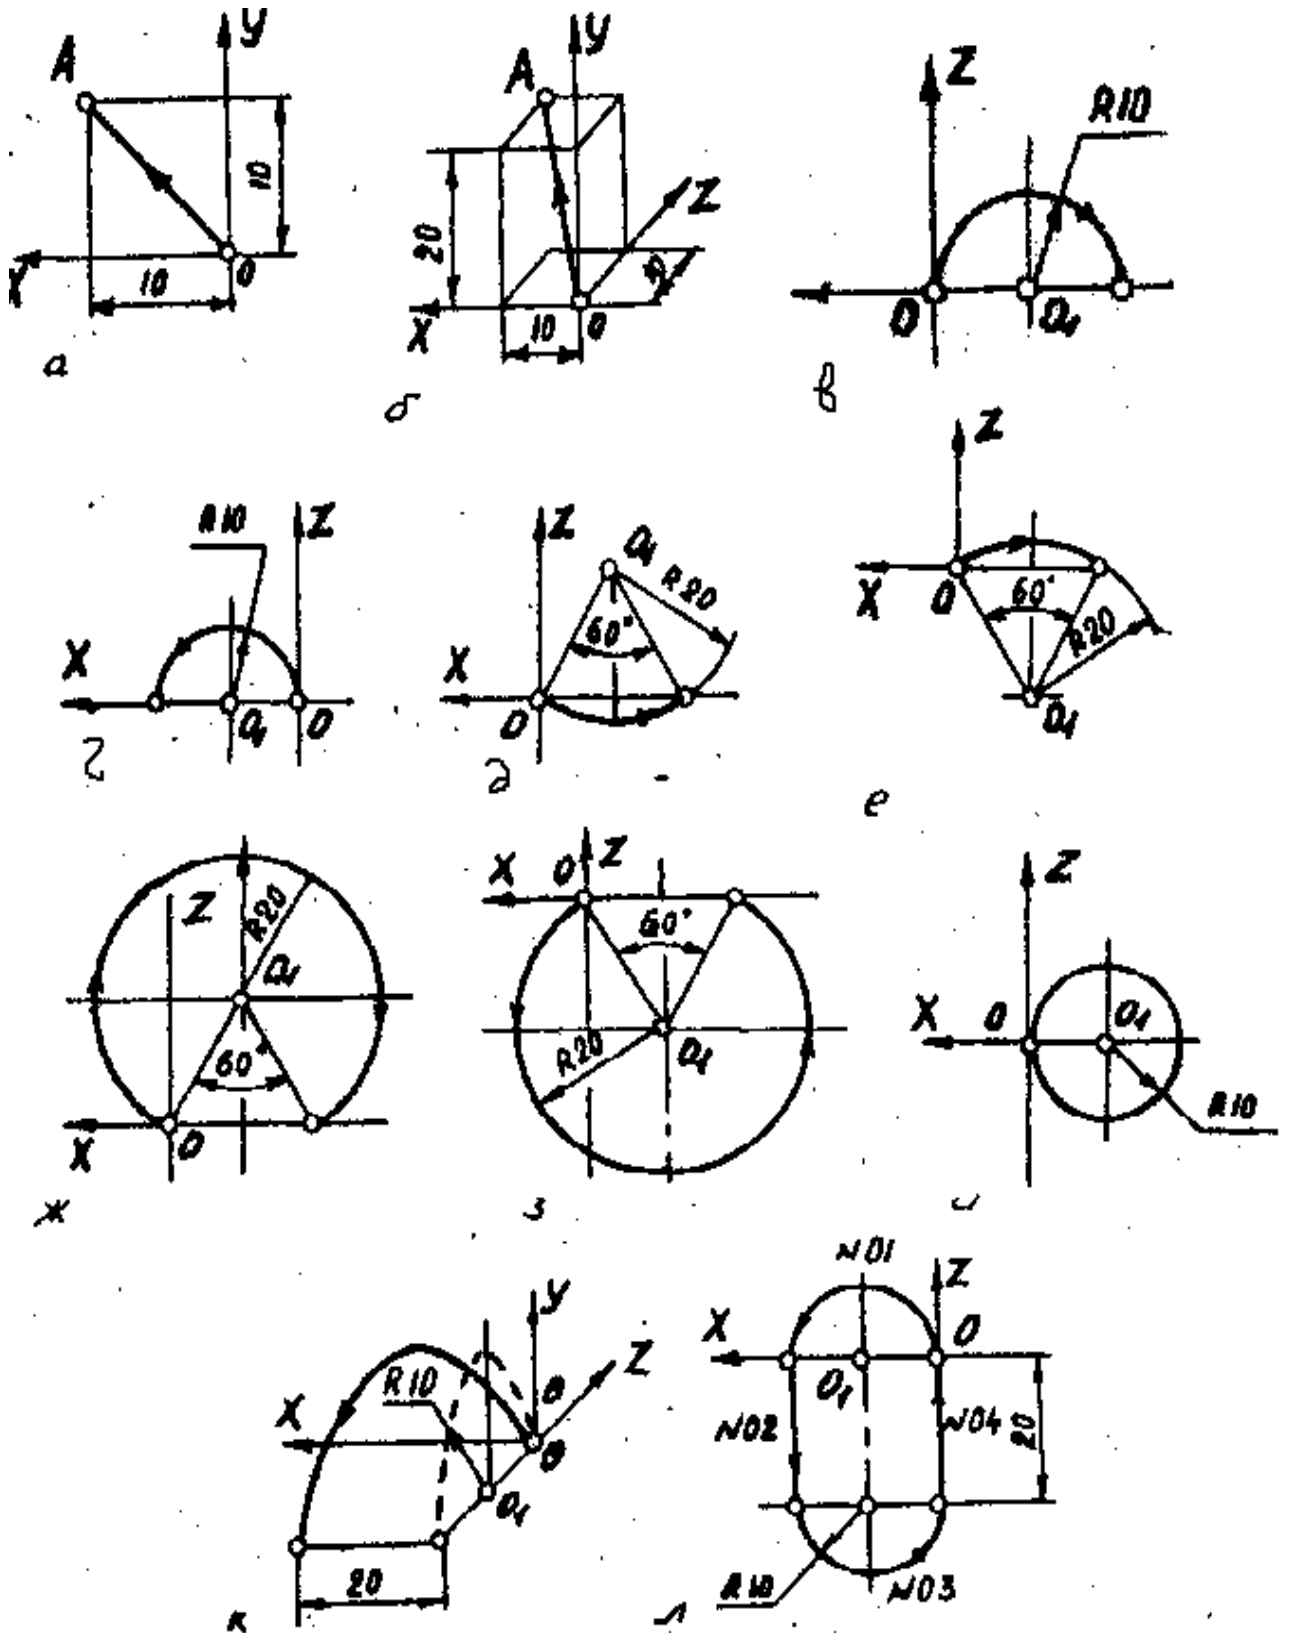

Рисунок 3.2 – Графіки руху інструменту
№01 G01 G09 X+10000 Y+10000 F1000 ^ (рисунок 3.2, а)
№02 G01 G09 X+10000 Y+20000 Z+10000 F1000 ^ (рисунок 3.2, б)
№01 G02 G19 G09 X-20000 Z+0 I-10000 K +0 F1000 ^ (рисунок 3.2, в)
№02 G03 G19 G09 X+20000 Z+0 I +10000 K +0 F100 ^ (рисунок 3.2, г)
№03 G03 G19 G09 X-20000 Z+0 I-10000 K+17320 F1000 ^ (рисунок 3.2, д)
№04 G02 G19 G09 X-20000 Z+0 I-10000 K+17320 F1000 ^ (рисунок 3.2, е)
№05 G02 G19 G09 X-20000 Z+0 I-10000 K+17320 F1000 ^ (рисунок 3.2, ж)
№06 G03 G19 G09 X-20000 Z+0 I-10000 K+17320 F1000 ^ (рисунок 3.2, з)
№07 G02 G19 G09 X+0 Z+0 I-10000 K +0 ^ (рисунок 3.2, и)
№01 G12 G19 G09 Y+0 Z-20000 J+0 K-100000 X+20000 F1000 ^ (рисунок 3.2, к).
Наведено приклад КП (рисунок 3.2, л)
2. Потрібно задати рух по колу радіуса 10 мм в площині XZ в напрямку за годинниковою стрілкою з початку координат (рисунок 3.2, в). Кадр КП може мати наступний вигляд: